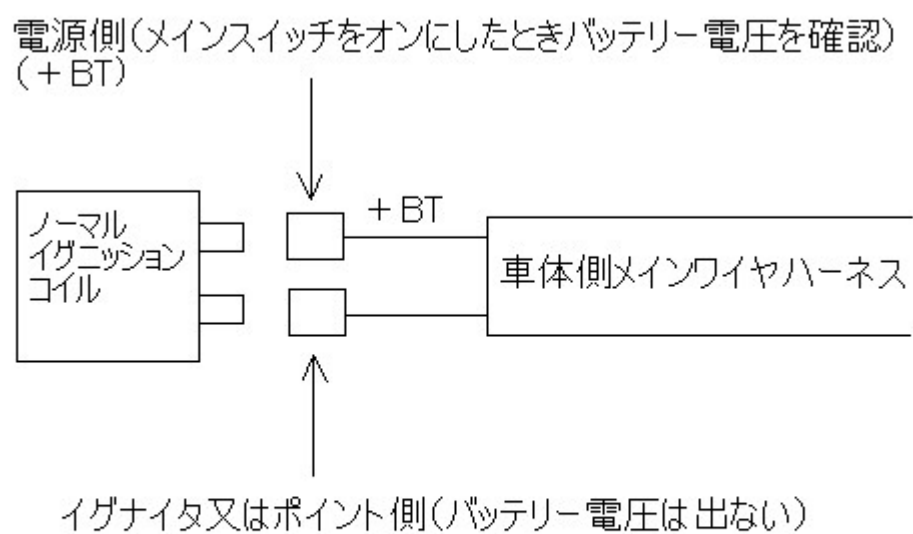
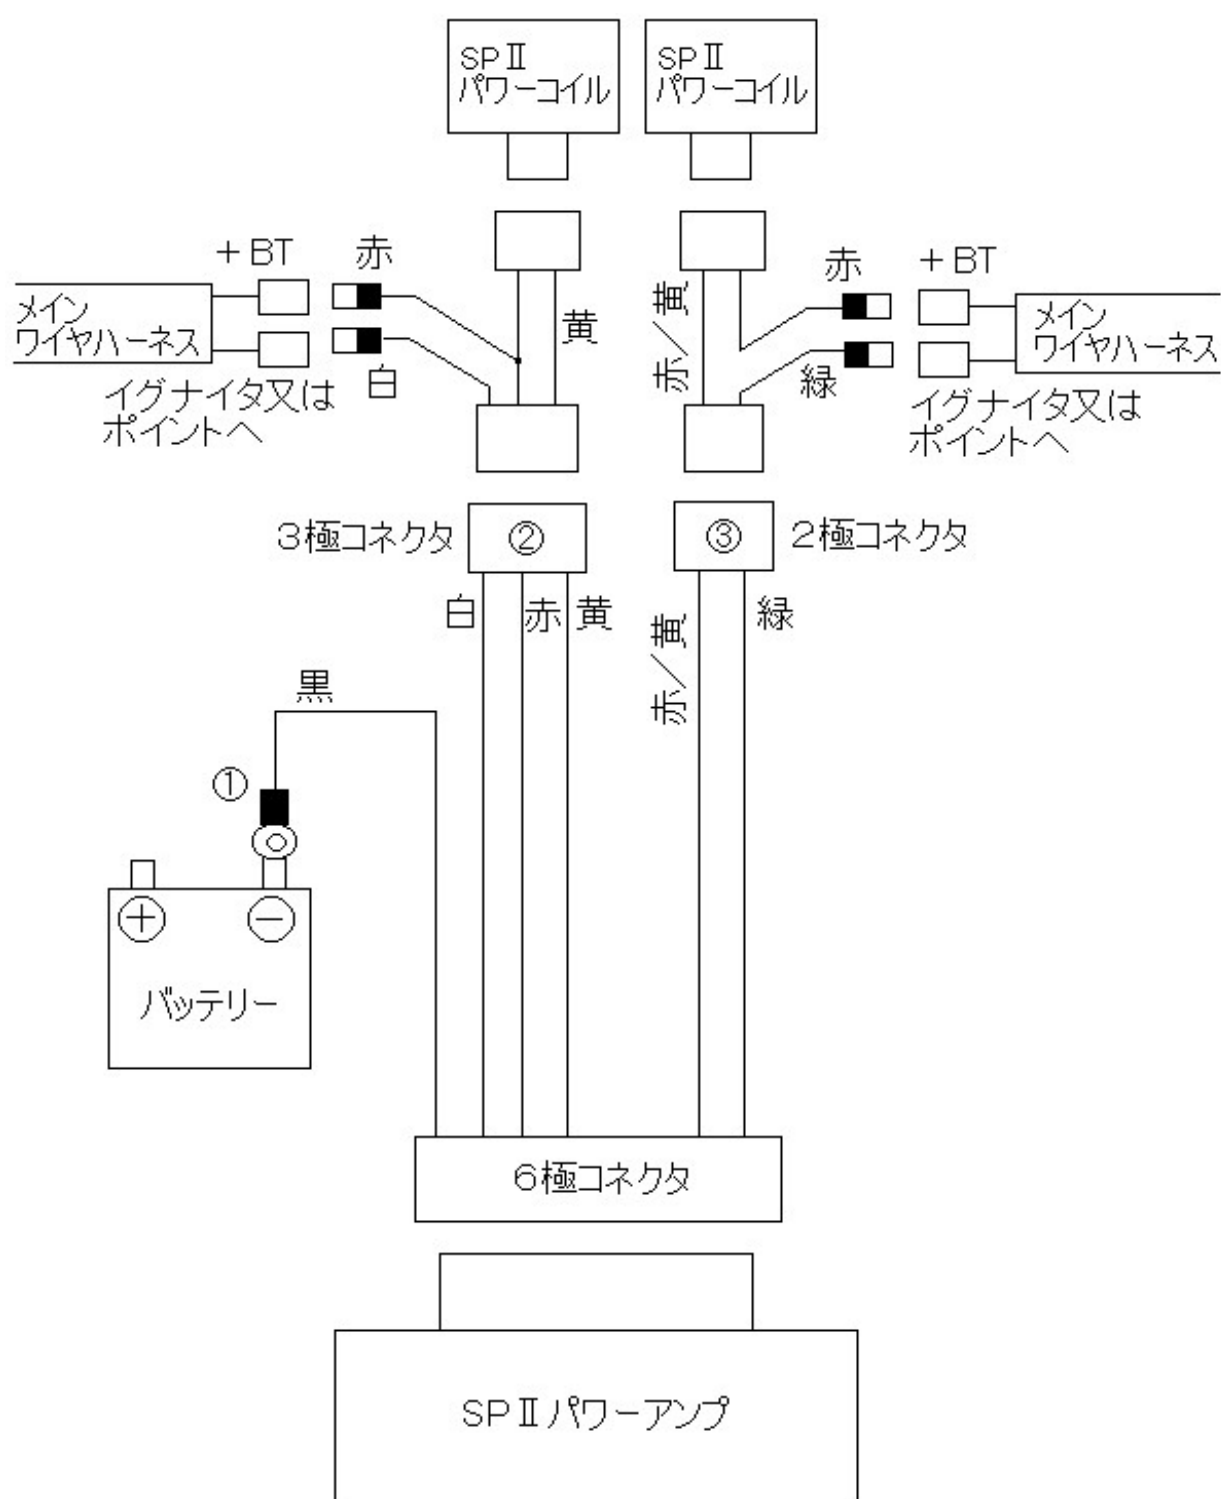

図1 電源側の確認
図2 配線図
- ① ノーマルイグニッションコイルを取り外して下さい。取り外した後、車体側の配線で電源側、イグナイタ側をテストで確認して下さい(図1参照)
- ② SP2 パワーコイルとプラグコードを7、8ページ「プラグコードコネクタ装着方法」に従って接続して下さい。
- ③ SP2 パワーアンプの位置を設定し両面接着シートで固定して下さい。アンプは熱を発生しますので風通しに十分注意してください。
- ④ 図2のように SP2 ワイヤハーネスを接続して下さい。配線の長さを適当にカットして調整して下さい。図の②③のコネクタは相手側と配線色が同じになるようにセットして下さい。①のアース端子は付属の熱収縮チューブで保護して下さい。イグニッションコイルが2個の場合、②③のコネクタにどちらのコイルが接続されても構いません。イグニッションコイルが1個の場合②の3極コネクタのみになります。
芯線が銅線数本よりのもの(図1)はそれを芯線として折り返す。